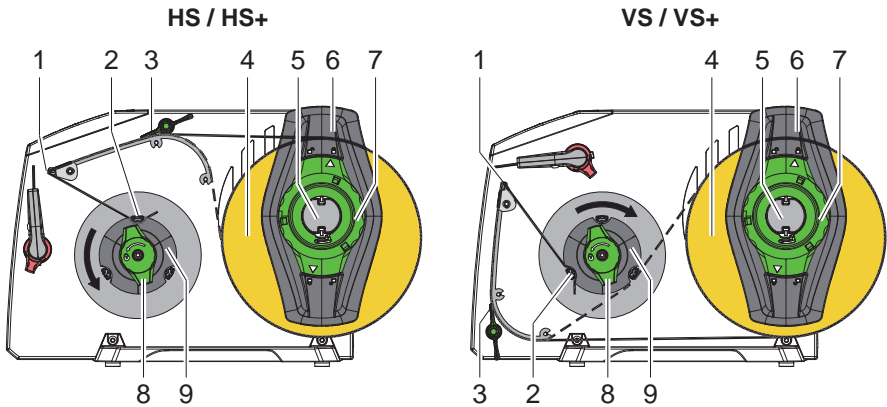

Bild 6 Etiketten einlegen
1. Stelling (7) mit dem Pfeil auf das Symbol  drehen und Randsteller (8) vom Rollenhalter (5) ziehen.
2. Materialrolle (4) so auf den Rollenhalter (5) schieben, dass beim Abwickeln die Etiketten bei HS nach oben, bei VS nach unten zeigen.
3. Randsteller (6) wieder aufsetzen und bis zum Anschlag an die Materialrolle schieben.
4. Stelling (7) mit dem Pfeil auf das Symbol  drehen und Randsteller (6) dadurch auf den Rollenhalter (5) klemmen.
5. Niederhalter (3) abschwenken.
7. Material gemäß Bild 6 über die Spendekante (1) zum Aufwickler (9) führen. Die gestrichelte Linie gilt für innengewickelte Etiketten.
8. Aufwickler (9) festhalten und Drehknopf (8) bis zum Anschlag im Uhrzeigersinn drehen.
9. Trägermaterial unter eine Klammer (2) des Aufwicklers (9) schieben und Drehknopf (8) bis zum Anschlag gegen den Uhrzeigersinn drehen. Der Aufwickler wird gespreizt und der Streifen dadurch festgeklemmt.
10. Niederhalter (3) anschwenken.